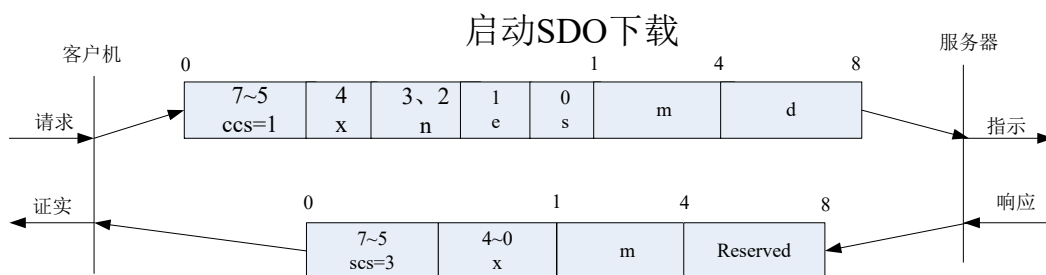

图 I -1 启动SDO下载协议
- 1）. 启动SDO下载协议（如图 I -1所示）
以下是图 I -1协议的SDO 命令字（SDO CAN报文的第一个字节）语法和细节说明：